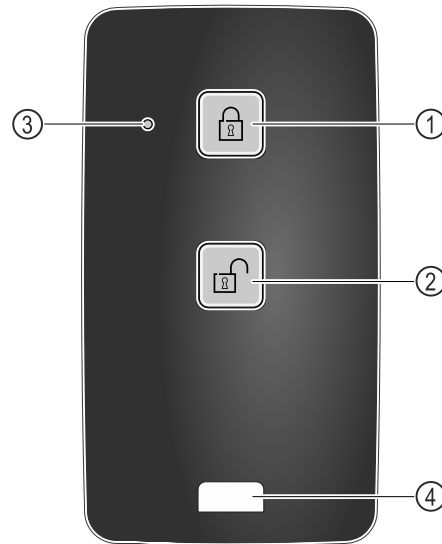

Fig. 212
- Premere il tasto Fig. 212 (1) sul telecomando.
- Premere il tasto Fig. 212 (2) sul telecomando.
- Il LED di stato Fig. 212 (3) fornisce un feedback visivo quando viene premuto un pulsante.
- Occhiello Fig. 212 (4) per agganciare il telecomando, ad esempio a un portachiavi.